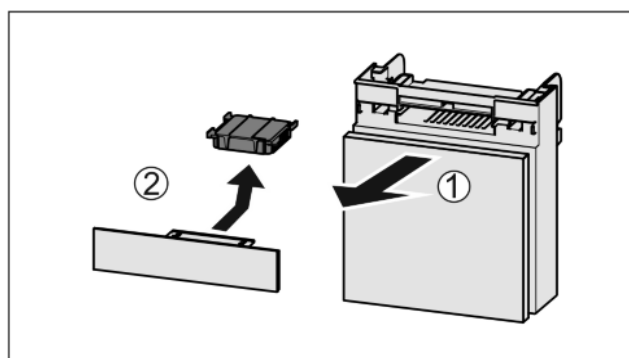

Fig. 41
- Extraire le compartiment par l'avant Fig. 41 (1).
- Sortir le filtre à charbon actif Fig. 41 (2).